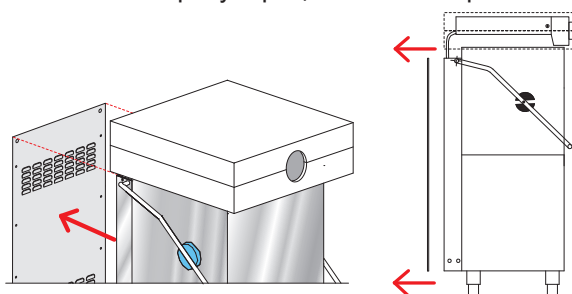

рис. 10
- Снимите заднюю панель (см. рис. 10).